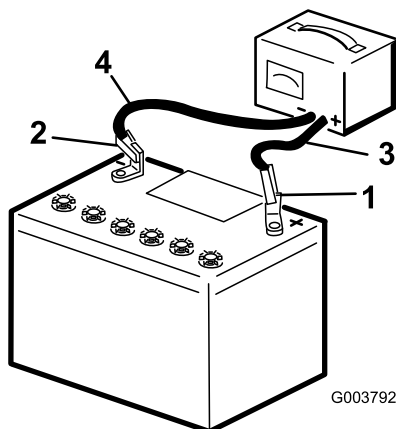

Figure 91
puis débranchez les fils du chargeur des bornes de la batterie (Figure 91).
3. Connectez le câble positif du chargeur de batterie à la borne positive de la batterie (Figure 91).
4. Branchez le câble négatif du chargeur de batterie à la borne négative de la batterie (Figure 91).